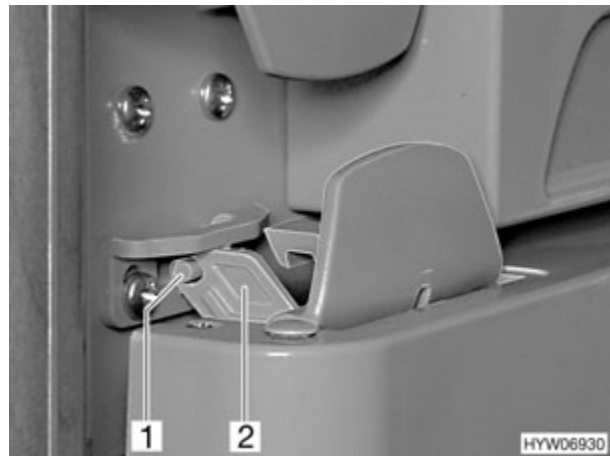

Fig. 159 Puerta del frigorífico en posición de ventilación (variante 3)
- Abrir el bloqueo (Fig. 159,2) y encastrarlo en el perno (Fig. 159,1). De este modo, la puerta del frigorífico quedará ligeramente abierta.